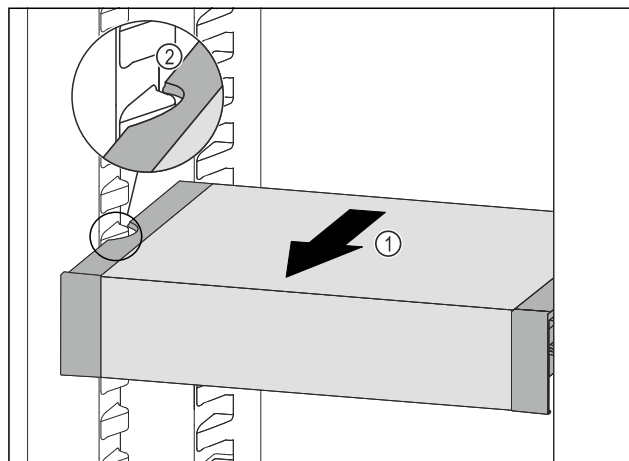

Fig. 206
- Tërhiqni VarioSafe për nga përpara Fig. 206 (1), derisa foletë anësore të VarioSafe të jenë në lartësinë e brinjëve të kutisë në pjesën e ftohjes. Fig. 206 (2)